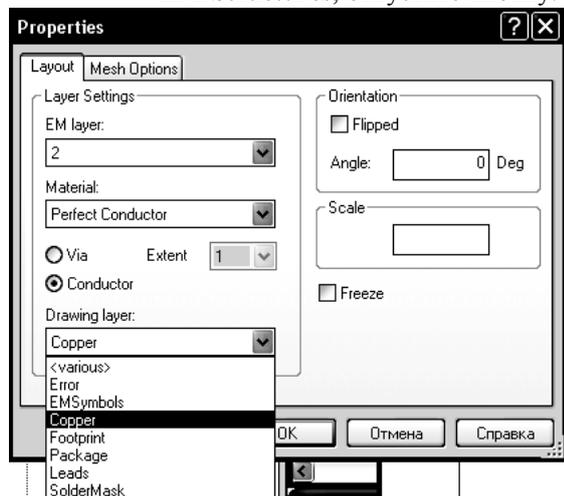

Рис. 5.52
5. Установите курсор мышки на любой выделенный элемент топологии, щёлкните правой кнопкой мышки и выберите **Shape Properties**. В поле **Drawing Layer** открывшегося окна введите **Copper**, щёлкнув по кнопке в конце этого поля (рис. 5.52). Нажмите **OK**.
ленный элемент топологии, щёлкните правой кнопкой мышки и выберите **Shape Properties**. В поле **Drawing Layer** открывшегося окна введите **Copper**, щёлкнув по кнопке в конце этого поля (рис. 5.52). Нажмите **OK**.